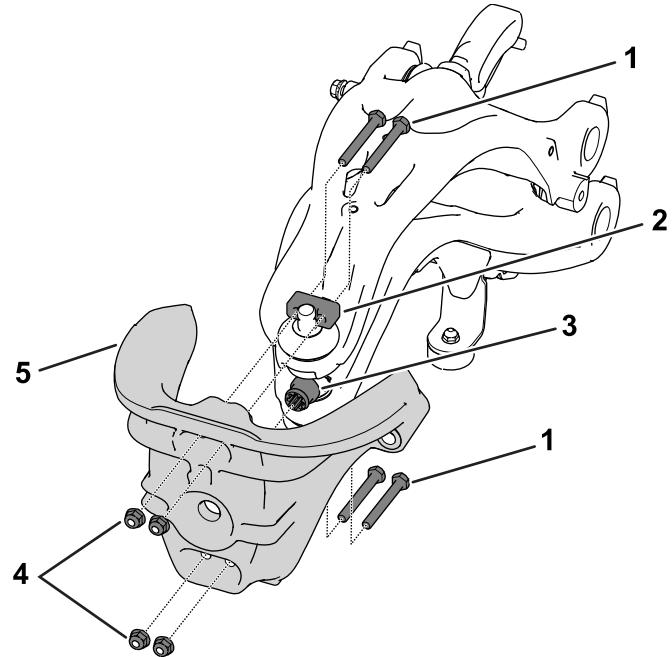

Figura 3
3. Retire os parafusos de cabeça sextavada (5/16" x 2½"), porcas (5/16") e grampos que prendem a cabeça da direção à suspensão (Figura 3).
4. Retire o olhal estriado de plástico da cabeça da direção (Figura 3).
6. Utilize as ferragens que retirou no passo 3 para instalar a cabeça da direção na suspensão (Figura 3).